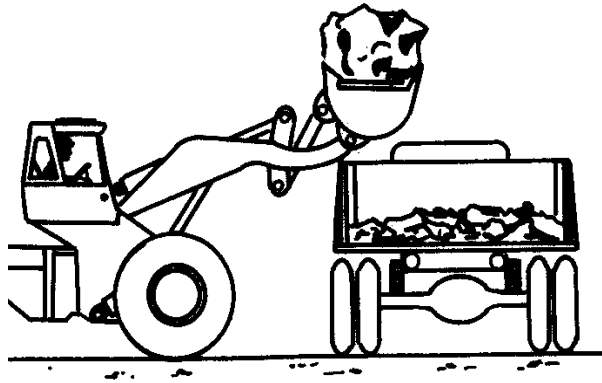

Рис. 4.38. Погрузка в грузовик больших камней
10. Перед погрузкой больших камней (скальных глыб) (Рис. 4.38) на днище грузовой платформы самосвала следует предварительно насыпать слой песка или мягкого грунта для того, чтобы песок выполнял роль амортизирующего слоя для больших камней (глыб). Большие скальные глыбы необходимо разгружать на середину самосвала с возможно низкой высоты.